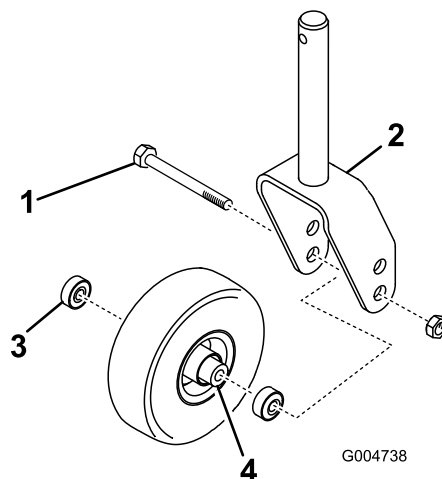

図 25
1. キャスタ・ホイール・アセンブリをキャスタ・フォークの間に保持しているボルトのロックナット (図 25) を外す。キャスタ・ホイールをつかんでおいて、ボルトをフォークまたはピボット・アームから抜き取る。
2. ホイールのハブからベアリングを外して、ベアリングスペーサを床に落とす (図 25)。ホイールハブの反対側にあるベアリングを取る。